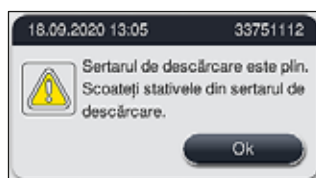

Fig. 88
- Sertarul de ieșire trebuie deschis și stativele trebuie îndepărtate cel mai târziu la primirea mesajului de avertizare care indică faptul că stația de descărcare este complet ocupată (→ "Fig. 88"). În caz de nerespectare a mesajului de avertizare, nu se mai poate transporta niciun alt stativ la stațiile de descărcare. Din cauza abaterilor de la duratele pașilor și a temporizărilor din procesul de colorare, este posibil ca rezultatele colorării să fie modificate, eventual să nu se poată analiza.